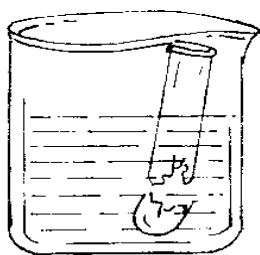

Figura 3.2
- 2.3 Introducir el tubo caliente en un vaso de precipitados que contenga 20 ml de agua fría a efecto de que se rompa como se muestra en la figura 3.2